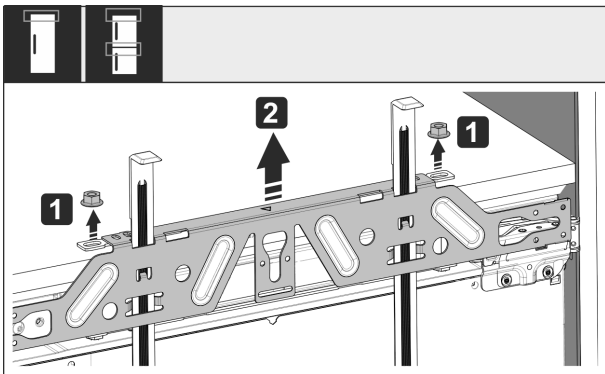

Fig. 58
- ▶ Borgmoeren Fig. 58 (1) losmaken.
- ▶ Bevestigingstraverse Fig. 58 (2) verwijderen.